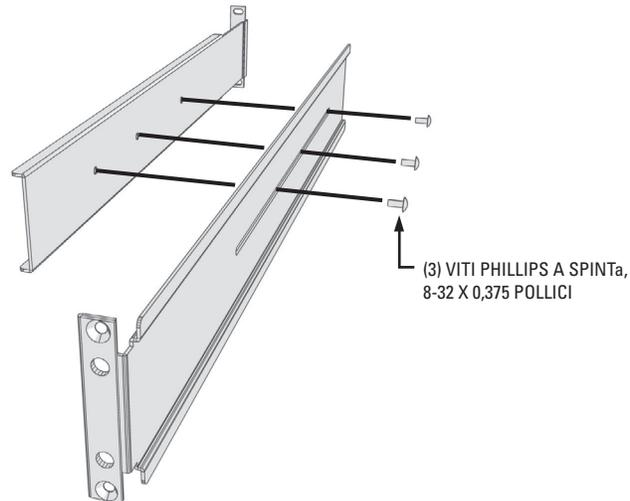

Figura 9. Attacco di una guida di supporto
3. Fissare una guida di montaggio anteriore (in dotazione) a una guida di montaggio posteriore (in dotazione). Accertarsi che le guide siano montate una contro l'altra, come illustrato nella Figura 9. Usare tre viti a stella con testa mezza tonda 8-32 x 0,375 pollici (in dotazione) in uno dei fori disponibili. Lasciare le viti allentate fino alla fase 8.